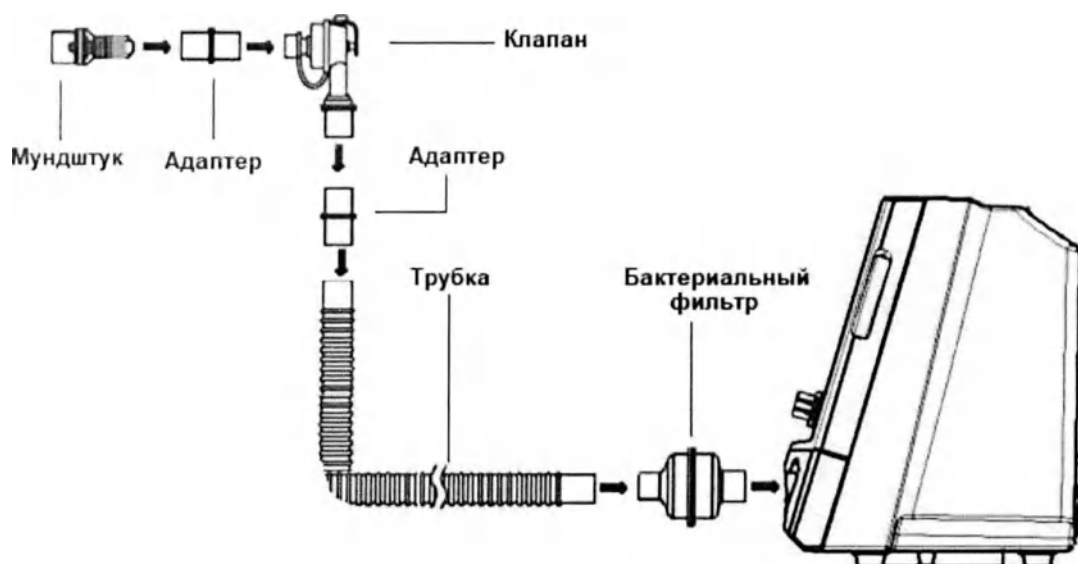

Рисунок 44- Сборка комплекта IPP
3. Подсоедините прямой соединитель 22М-22М к дыхательной трубке, а затем клапан выдоха - к свободному концу соединителя, как показано на Рис. 44.
4. Прикрепите адаптер 22F-22F к клапану выдоха, а затем мундштук - к свободному концу адаптера 22F-22F, как показано на Рис. 44.